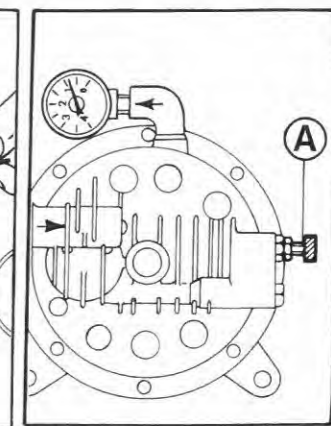

Fig. 88
- Régler l'afflux du gaz, avec le moteur arrêté, au moyen de la vis "A" (Fig. 88). La pression ne doit pas dépasser 0,7 + 0,9 Kg./cm², contrôlable avec un manomètre ou une boule de savon, qui doit se gonfler légèrement à la sortie du gaz.
- Adjust gas outflow, with engine stopped, acting on adjusting screw (A) (Fig. 88). Connect a pressure gauge to outflow elbow and see that gas pressure does not exceed 0,7+0,9 Kg/cm². Similarly, with soap foam applied to outflow, see that bubble made by gas increases slowly, if pressure gauge is not available. Tubes must be free from surface cracks and wear marks to avoid gas leaks. Tube connections should be as short as possible to avoid liquified gas pockets; avoid sharp bends to prevent strangling of gas flow and union leaks.
- Gasabfluß bei stillstehendem Motor durch Schraube (A) (Abb.88) regulieren. Der Druck darf 0,7+0,9 kp/cm² nicht überschreiten. Kontrolle durch Druckmesser oder Seifenblase, die sich beim Ausströmen des Gases langsam blähen muß.